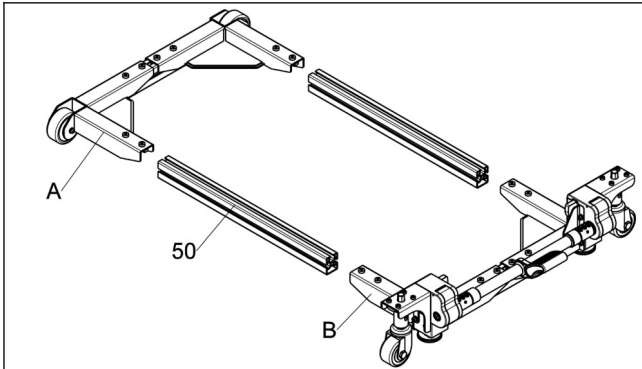

Abb.8
d. Führen Sie die beiden **langen Seitenholme** „50“ jeweils an ihren Enden in die **Bockrollen-Konsolenwinkel** „A“ und die **Lenkrollen-Konsolenwinkel** „B“ ein. (siehe **Abb.8**)